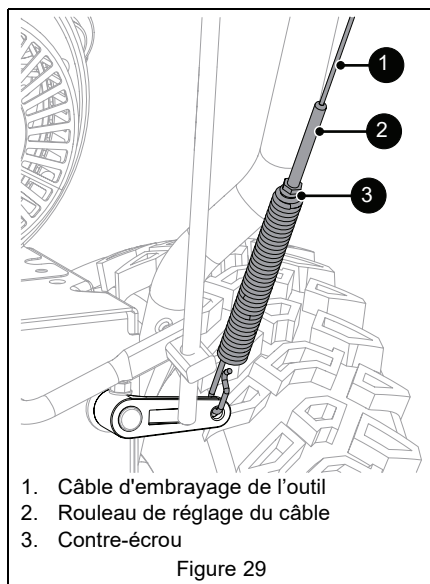

Figure 29
4. Desserrer le contre-écrou du rouleau de réglage du câble et tourner le rouleau de réglage vers le bas pour raccourcir le câble et le retendre. Voir Figure 29.
6. Serrer le contre-écrou se trouvant sur le rouleau de réglage du câble. Voir Figure 29.